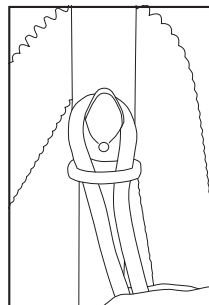

Fig. 4
2. Tirez sur le cordon d'alimentation pour éliminer le mou (Fig. 4).